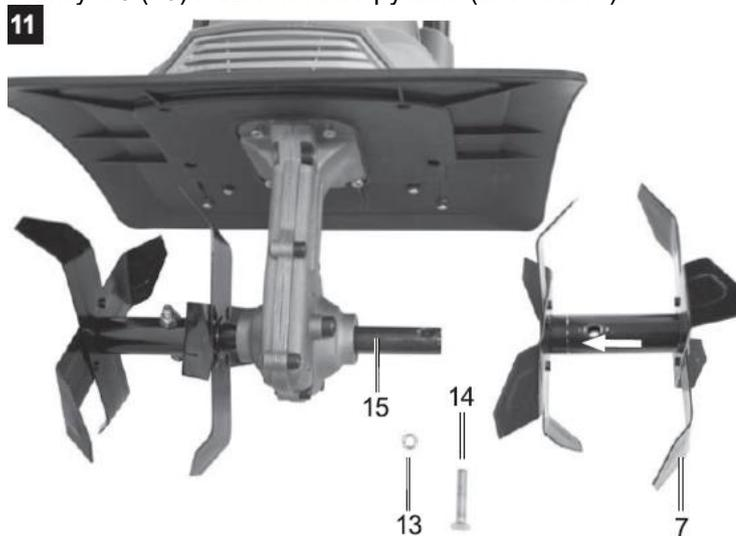

Рис. 11
9. Установите ножевой ролик (7) на приводной вал (15) машины. Ножевой ролик (7) может быть установлен с левой или правой стороны. Убедитесь, что отверстия ножевого ролика (7) и приводного вала (15) совмещены. Затем, проденьте винт M8 (14) и зафиксируйте его гайкой M8 (13). Зафиксируйте гайку M8 (13) и затяните её руками (см. Рис.11).